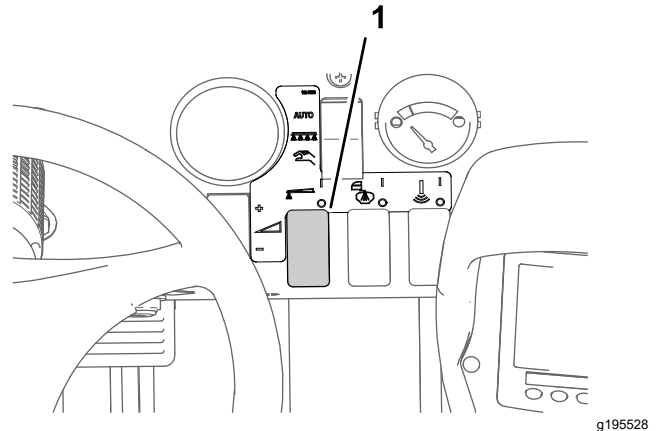

Figure 42
8. Utilisez la commande de débit de pulvérisation pour obtenir la pression voulue comme indiqué dans le guide de sélection des buses fourni avec le pulvérisateur (Figure 42).